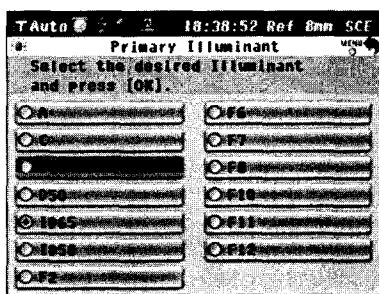

Рисунок 42
- откройте вкладку «Illuminant 1» (Осветительный прибор) (рисунок 38), отобразится экран «Primary Illuminant» (рисунок 42), переместить курсор к элементу «D65» (дневной свет, температура цвета: 6504 K) и нажмите кнопку «OK/EDIT». На экране снова появится «Color Settings».